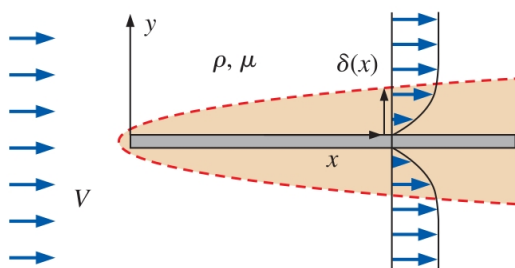

Figura 16: Camada limite.
**Exercício 16.** Uma camada limite é uma região fina (geralmente ao longo de uma parede) na qual as forças viscosas são significativas e dentro da qual o fluxo é rotacional. Considere uma camada limite que cresce ao longo de uma placa plana fina (figura 16). O fluxo é estacionário. A espessura da camada limite  $\delta$  em qualquer distância a jusante  $x$  é uma função de  $x$ , velocidade de corrente livre  $V$ , e propriedades do fluido  $\rho$  (densidade) e  $\mu$  (viscosidade). Use o método de variáveis repetitivas para gerar uma relação adimensional para  $\delta$  como uma função dos outros parâmetros.